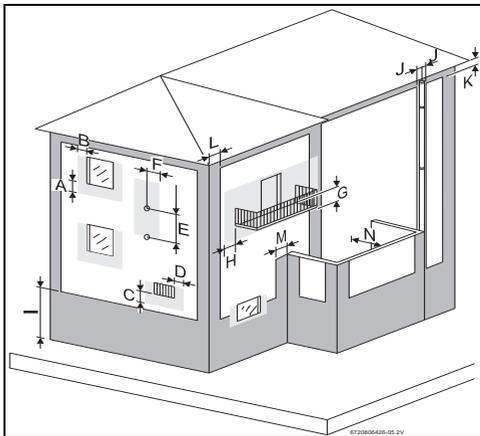

Fig. 11 Distâncias mínimas a pontos de exaustão
- ▶ Respeitar as medidas mínimas de instalação indicadas na Fig. 11.